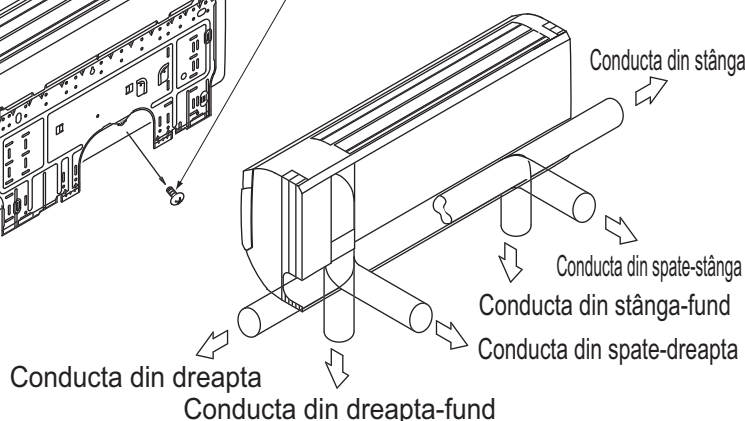

Fig. 4
- Conducta de agent frigorific și conducta de evacuare pot fi scoase în una din următoarele 6 direcții: stânga, stânga jos, stânga spate, dreapta, dreapta jos, sau dreapta spate. **(Consultați Fig. 4)**
- Folosind semnul ștanțat de pe panoul de instalare (1), alegeți locul de scoatere a tubulaturii și deschideți un orificiu de trecere (Ø80) în perete.